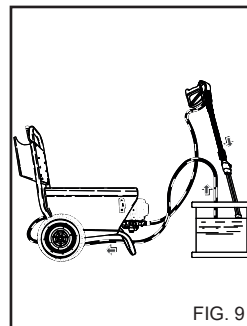

FIG. 9
- 1) После использования моющего средства сполосните под давлением контур подачи воды: включите насос на 1 минуту с полностью закрытым дозирующим краном. (fig. 9)
4) После использования моющего средства сполосните под давлением контур подачи воды: включите насос на 1 минуту с полностью закрытым дозировочным краном. (fig. 9).